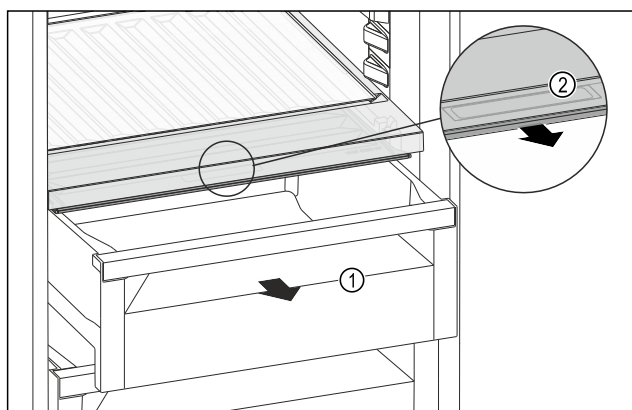

Fig. 156
- Vytiahnite zásuvku Fig. 156 (1).
- Uchopte priehlbinu na rukoväť Fig. 156 (2) na veku zásuvky a súčasne ťahajte veko zásuvky dopredu.